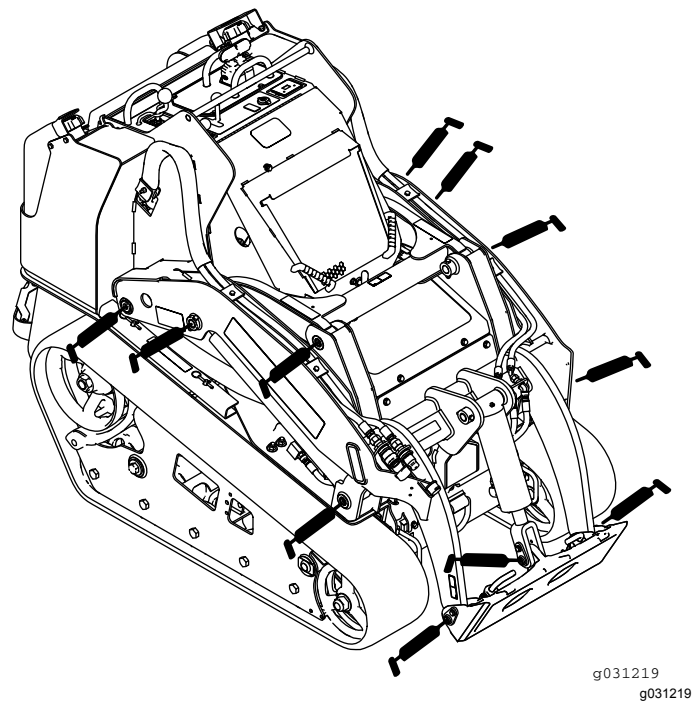
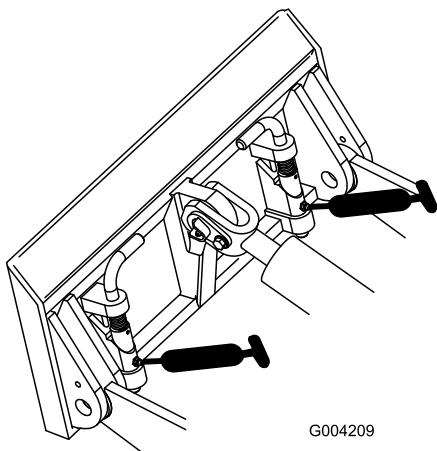
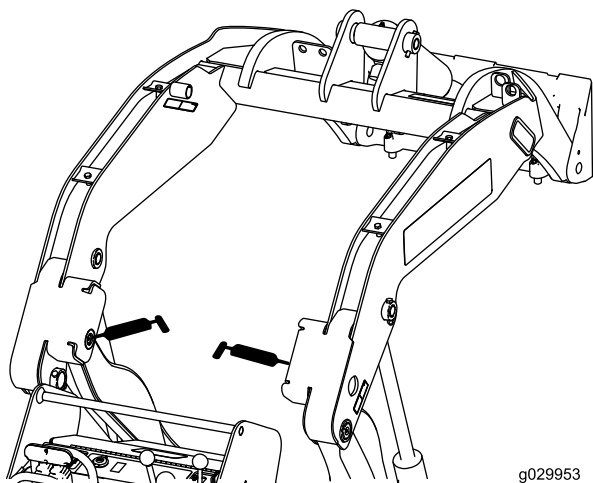

Figura 38
Figura 39
Figura 40
4. Conecte una pistola de engrasar a cada punto de engrase (Figura 38, Figura 39, y Figura 40).
**Nota:** Eleve los brazos de carga antes de aplicar grasa a los engrasadores indicados en Figura 40.